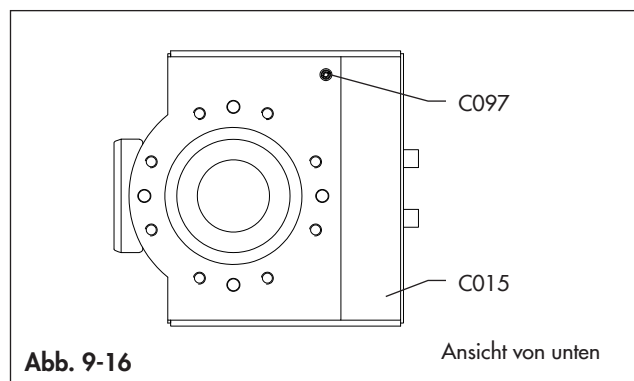

Abb. 9-16
- Reinigen Sie die Gegenbohrung des Entlastungsventils (C097) an der Unterseite des Zentralmodulgehäuses (C015) und stellen Sie sicher, dass sie nicht verstopft ist. (Abb. 9-16)